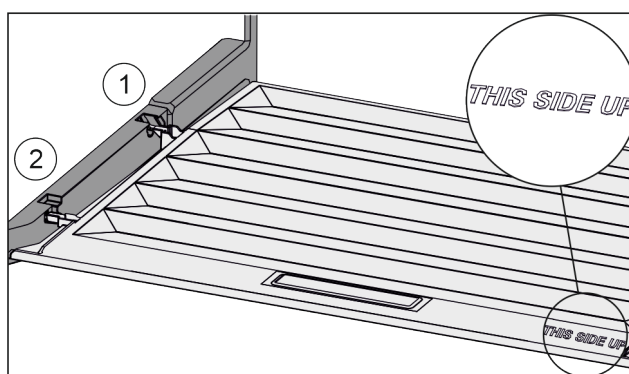

Fig. 129
- ▶ Výstupky víka zaveďte do zadních držáků Fig. 129 (1) a vpředu zaklesněte do držáku Fig. 129 (2).